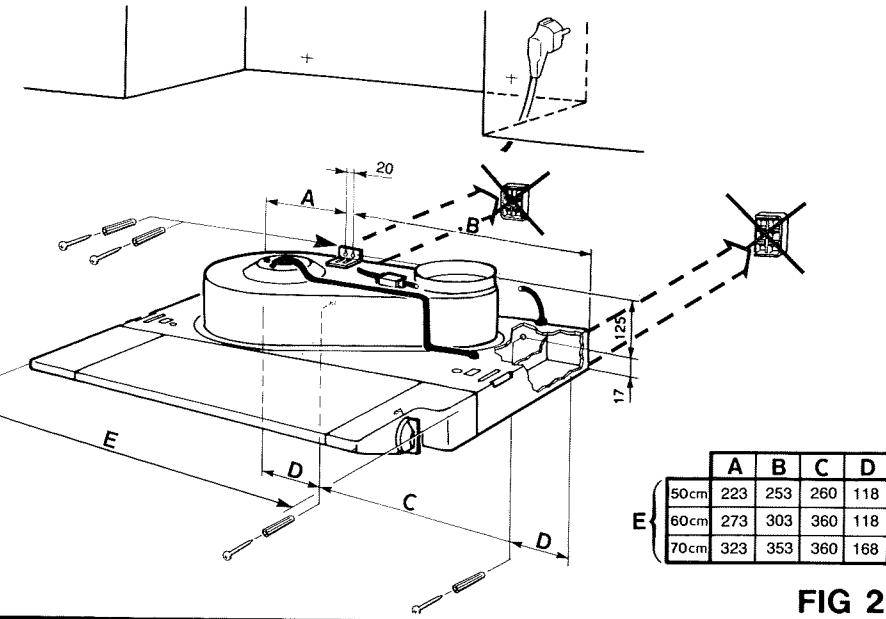

FIG 2
- Märk ut var de fyra hålen i väggen skall borras. Använd mallen på emballaget eller mät upp enligt mättangivelserna i fig 2.
Mått: se fig 2.